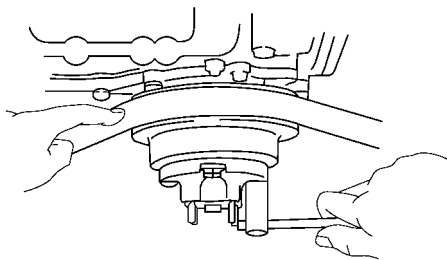

图 1-78 旋下 4 个螺母拆下风扇
2) 如果是风扇驱动轴型, 旋下 4 个螺母, 如图 1-78 所示, 拆下风扇。旋松传动带调整螺栓和交流发电机的枢轴螺栓, 拆下传动带。旋下 4 个螺母, 拆下风扇驱动轴和水泵带轮。